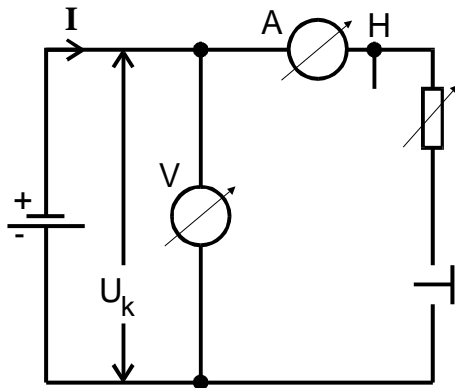

Abb.2: Messschaltung zur Bestimmung von  $U_0$  u.  $R_i$
- b) Mit der Schaltung in Abb.2 nehme man die Klemmenspannung  $U_k$  in Abhängigkeit vom Belastungsstrom  $I$  auf. Variationsbereich des Belastungswiderstandes: 0-50  $\Omega$ .
- d) Welche systematischen Fehler macht man, wenn man in der Schaltung nach Abb.2 das Voltmeter hinter das reale Amperemeter legt (Punkt: H)?